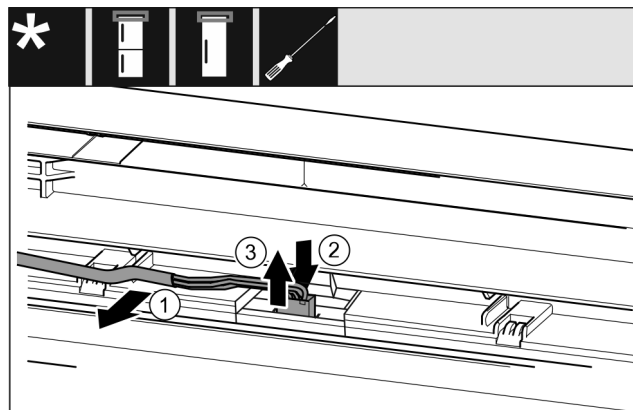

Fig. 20 Combinazioni frigorifero/congelatore / congelatori / refrigeratori
- Allentare con cautela il cavo Fig. 20 (1) dalla guida nella porta.
- Spingere all'indietro la linguetta Fig. 20 (2) dietro la presa.
- Estrarre delicatamente la presa Fig. 20 (3) verso l'alto.